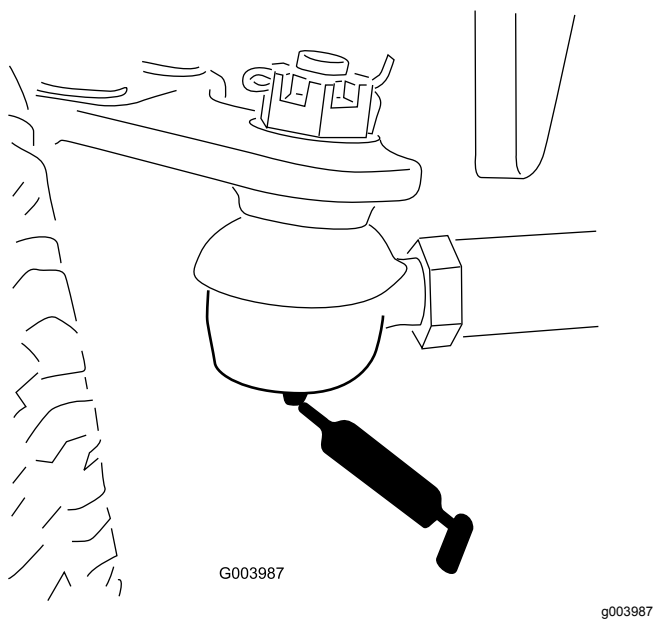

Bild 50
- Spurstange der Hinterachse (2)—Bild 50